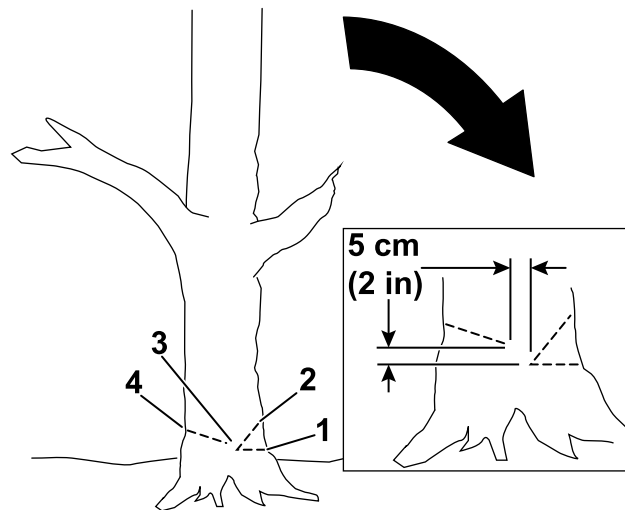

Figure 16
- Commencez par couper le tiers du diamètre de l'arbre, du côté où vous voulez qu'il tombe (Figure 16).
- Faites une deuxième coupe pour former une entaille, en commençant à au moins 5 cm au-dessus de la première coupe (Figure 16).
- Faites la coupe d'abattage du côté opposé à l'entaille, à peu près 5 cm plus haut que le bas de l'entaille, comme montré à la Figure 16.
Important: Arrêtez la troisième coupe 2,5 à 5 cm avant l'entaille pour former une charnière entre les coupes (Figure 16), ce qui empêche l'arbre de s'abattre dans la mauvaise direction ou de pivoter dans sa chute.
Remarque: Quand la coupe d'abattage se rapproche de la charnière (Figure 16), l'arbre devrait commencer à tomber.